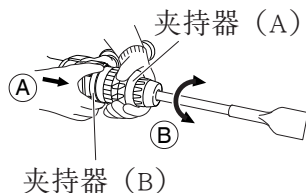

图 3
#### (1) 如图 3 所示，向 ① 方向推夹持器 (B) 的情况下，如果向 ② 方向转动夹持器 (B)，则可将刀刃角度随意地改变为任何所需的位置。